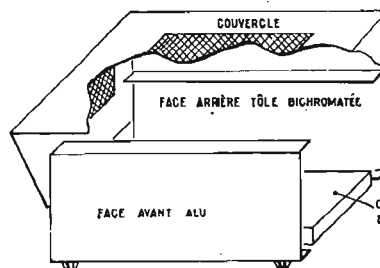

Fig. 1
tée de tous, en particulier de ceux qui ne disposent pas de l'outillage nécessaire. Tous les amateurs seront heureux d'apprendre que ce travail fastidieux leur sera épargné en se procurant (1) le coffret démontable en quatre parties dont une vue éclatée est donnée par la figure 1.